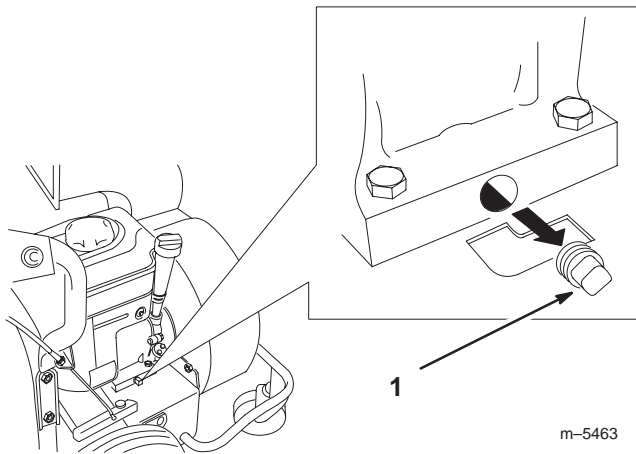

Bild 21
3. Reinigen Sie den Bereich um die Verschlusschraube (Bild 21).